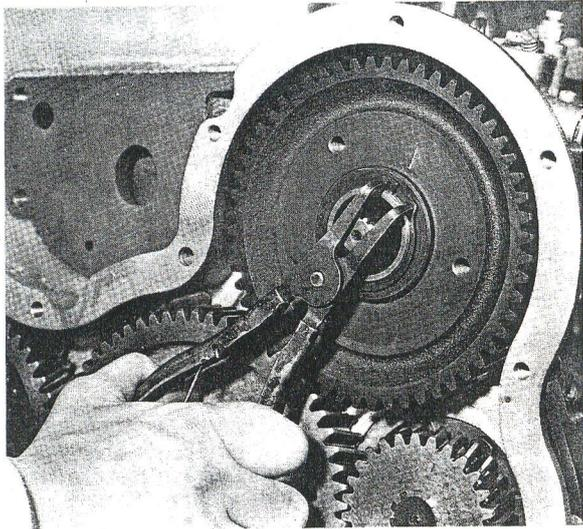
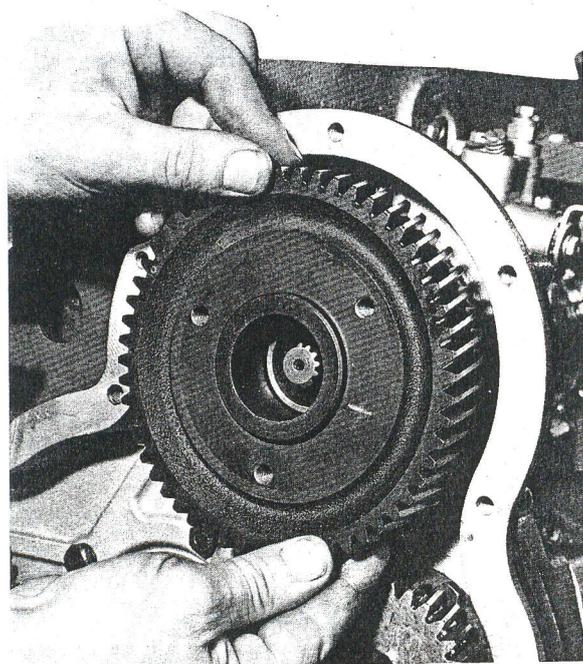

Fig. L7 — Dépose du circlip de retenue du pignon de pompe d'injection.
Fig. L8 — Dépose du pignon d'entraînement de pompe d'injection.
4. Déposer le circlip de retenue du pignon de la pompe d'injection (fig. L7), et déposer le pignon (fig. L8).
2. Arrêter le pignon d'entraînement de pompe à l'aide d'un circlip (fig. L7).
2. Arrêter le pignon d'entraînement de pompe à l'aide du circlip (fig. L7).